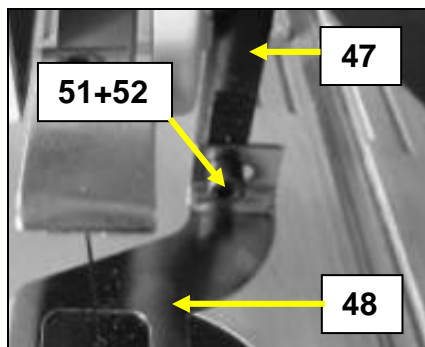

Fig 6
- Positionnez le presseur (48) en bas de la tige (47) et fixez-le avec 1 ensemble vis 6 pans creux/rondelle plate (52 & 51) (Voir Fig 6).